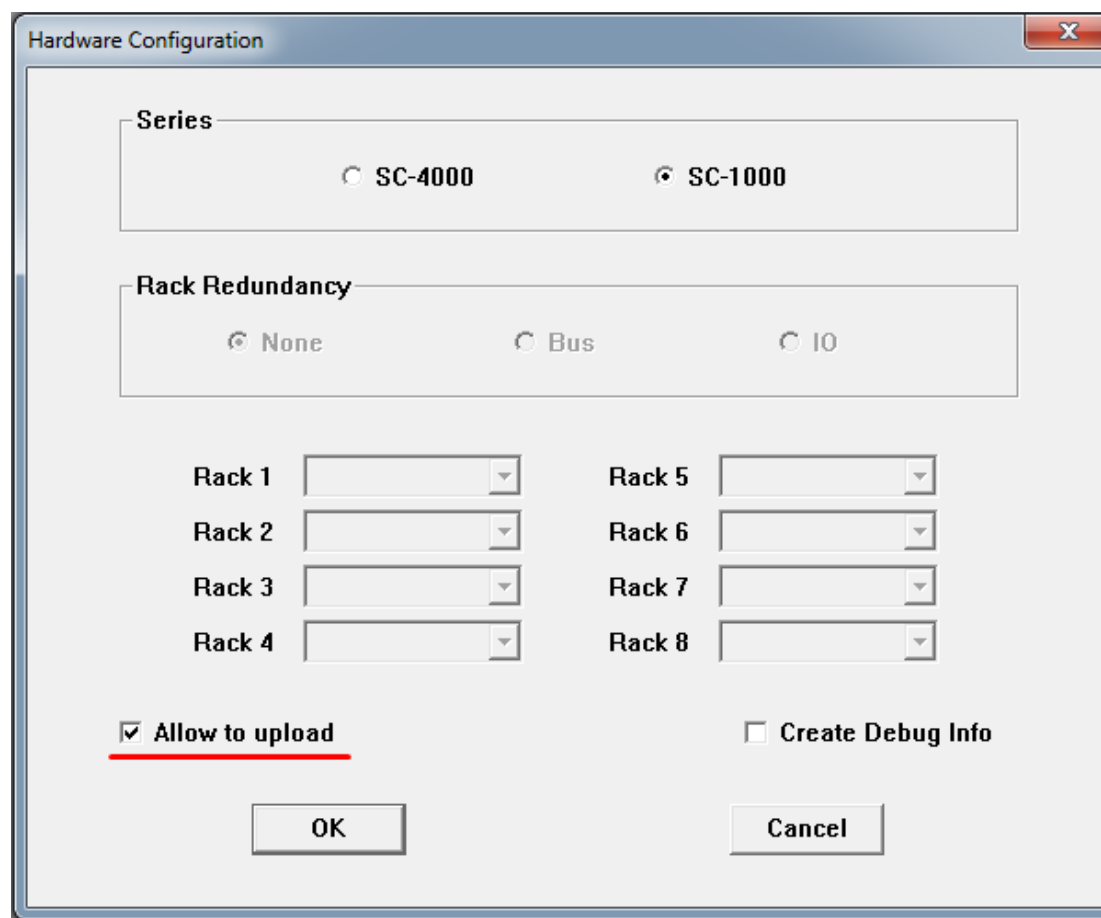

Рисунок 2.9 Разрешение на выгрузку проекта
**Примечание:** если "Allow to upload" не выбрано в окне *Hardware Configuration* меню "СКПро" "Resource" / "PLC configuration" при конфигурировании аппаратного обеспечения проекта (см. рисунок 2.9), то файл проекта и файл программы не будут выгружены, и будет отображено предупреждение "Project file upload failed!".